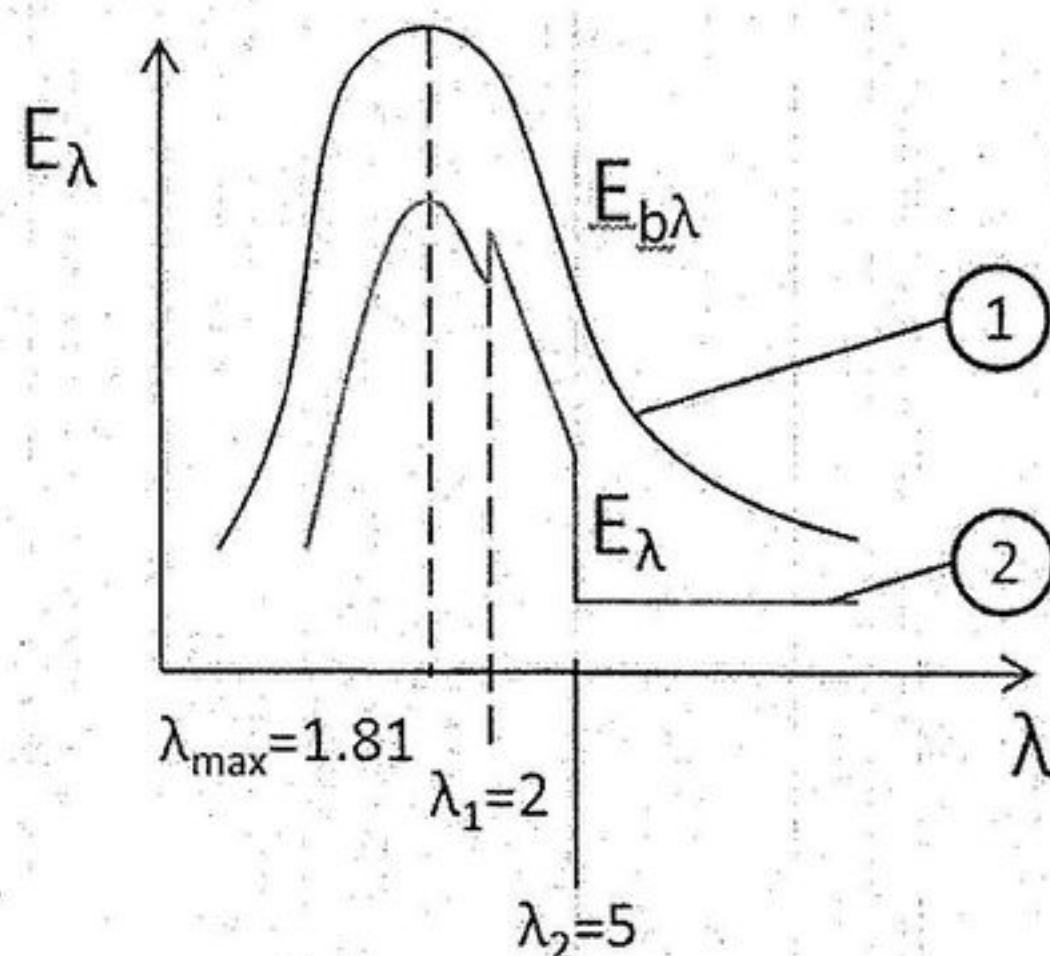

图 3
3. 请分析 (1) 为什么压缩空气制冷循环不采用逆向卡诺循环? (2) 压缩蒸汽制冷循环采用节流阀来代替膨胀机, 压缩空气制冷循环是否也可以采用这种方法? 为什么?
4. 实际物体表面在某一温度 ( $T$ ) 下的光谱辐射力 ( $E_\lambda$ ) 随波长 ( $\lambda$ ) 的变化曲线与它的光谱吸收比 ( $\alpha_\lambda$ ) 的变化曲线有何联系? 如已知其光谱辐射力变化曲线如图 3 所示, 试定性地画出它的光谱吸收比随波长的变化曲线。